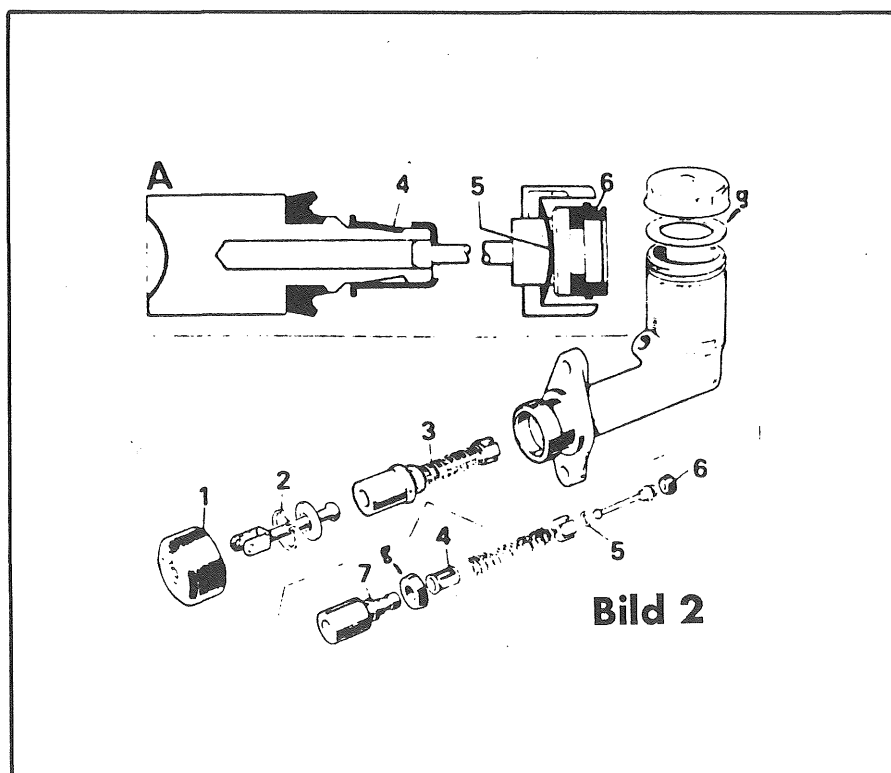
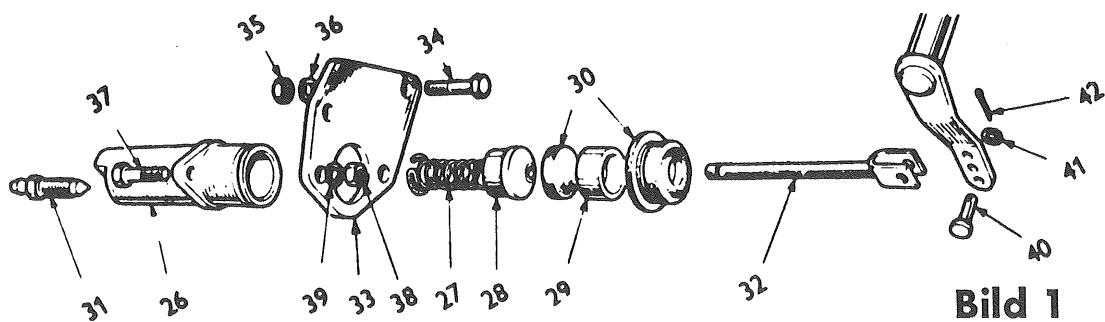

Bild 2
Bild 1
Die hydraulische Anlage besteht aus Vorratsbehälter, Geberzylinder (Hauptzylinder) und Nehmerzylinder. Das Arbeitsprinzip ist einfach: wird der Geberzylinder durch das Pedal betätigt, so sperrt ein Ventil am Kolben dieses Zylinders den Zulauf vom Vorratsbehälter ab (Bild 2, Teil 5 und 6), und der Kolben setzt bei weiterer Betätigung des Pedals das System unter Druck. Dieser Druck betätigt den Kolben des Nehmerzylinders und damit die Kupplung.
Wenn die Kupplung nicht richtig oder erst beim zweiten Treten trennt, ist der Hauptverdächtige die Hydraulik. Als Faustregel zur Diagnose: wenn der Flüssigkeitsstand im Vorratsbehälter stimmt, ist wahrscheinlich das Ventil des Geberzylinders defekt. In diesem Fall wird beim Treten der Kupplung die Hydraulikflüssigkeit in den Vorratsbehälter gedrückt. Bei Flüssigkeitsverlust können beide Zylinder die Ursache sein. In diesem Fall zieht man die Staubkappen (Bild 1, Teil 30 und Bild 2, Teil 1) ab und kontrolliert auf austretende Flüssigkeit. Bevor ich hier alle kopfscheu mache: ein bißchen feucht ist normal. Nur dicke Tropfen und immer nasse Staubkappen zeigen eine Undichtigkeit an.
Bild 1 zeigt die neuere Ausführung. Der Zylinder wird ausgebaut durch Entfernen des Splintes (42), des Stiftes (40), der Beilagscheibe (41) und der Betätigungsgabel (32). Beim TR 4 und 4 A mit dem alten Zylinder muß noch ein Sprengring aus dem Zylinder genommen werden. Durch mehrfaches Betätigen des Kupplungspedals kann man das Innenleben des Zylinders herausdrücken. Aber bitte nicht in den Dreck fallen lassen! Es kommen heraus: die Feder mit Dichtungsauflage (27, 28), die Dichtung (30) und der Kolben (29).
Außer der Dichtung enthält der Satz noch: (alle Zahlen in Klammern beziehen sich auf Bild 2) Ventildichtung (6), Federscheibchen (5), Sprengring (2), Staubkappe (1) und Deckeldichtung (9).
Nach Prüfung des Zylinders werden auch hier alle Teile in sauberer Bremsflüssigkeit ausgewaschen und nach Austausch der Dichtungen und des Federscheibchens (5, 6, 8) in umgekehrter Reihenfolge wieder zusammengebaut. Dabei auf die richtige Lage des Federscheibchens (5) achten (Wölbung wie in Bild 2). Dieses Scheibchen bringt beim Treten der Kupplung die Dichtung (6) ein Stück nach vorne und verschließt dadurch den Zulauf vom Vorratsbehälter. Die endgültige Abdichtung erfolgt dann durch den sich aufbauenden Druck bei weiterer Betätigung des Pedals.
Beschreibung: Die Festsattel-Scheibenbremse ist einfach in ihrer Bauart und besteht aus einer Scheibe und einem Festsattel. Der Festsattel ist mit zwei Schrauben am Bremsträger befestigt und umfaßt mit seiner offenen Bauweise die mit der Radnabe rotierende Scheibe (Abb. 1).
Wird das Bremspedal betätigt, verschiebt der Hauptzylinderkolben die Flüssigkeit und baut einen Druck auf, der sich bis zu den Zylindern der Festsättel fortpflanzt. Dadurch werden die Bremsbeläge mit der gleichen Kraft an die Bremsscheibe gepreßt. Die ausgeübte Pedalkraft steht in einem bestimmten Verhältnis zur Kolbenkraft, und bestimmt damit den Grad der Abbremsung. Wird die Bremse gelöst, baut sich der hydraulische Druck in der Bremsanlage ab, und der fest im Zylinder sitzende Dichtring nimmt den Kolben durch seine Eigenspannung auf das notwendige Lüftspiel zurück (Abb. 2). Der Dichtring besorgt auch die selbsttätige Nachstellung.